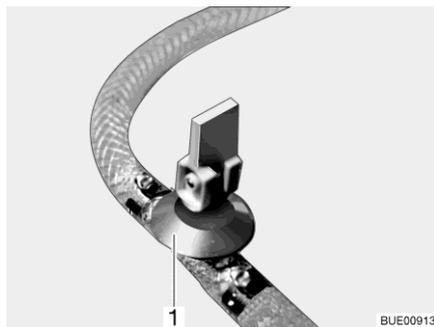

Fig. 221 Robinet de vidange
- Fermer le(s) robinet(s) de vidange. Placer le levier à bascule (Fig. 221,1) en position horizontale.
- Ouvrir le(s) robinet(s) de vidange (Fig. 221). Pour cela, placer le levier à bascule (Fig. 221,1) en position verticale. Le chauffe-eau se vide à l'extérieur.